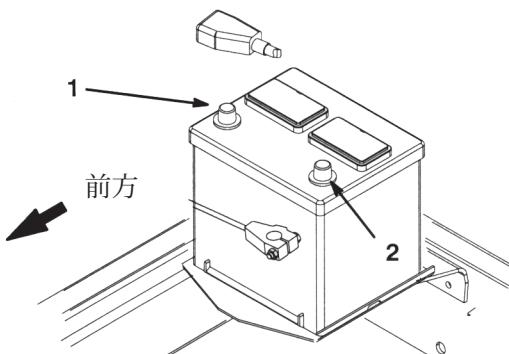

図10
8. まず、赤い(+)ケーブルをバッテリーの(+)端子に、黒いケーブル(-)はバッテリーの(-)端子に固定する(図10)。ショート防止のために(+)端子にゴムキヤップをかぶせる。